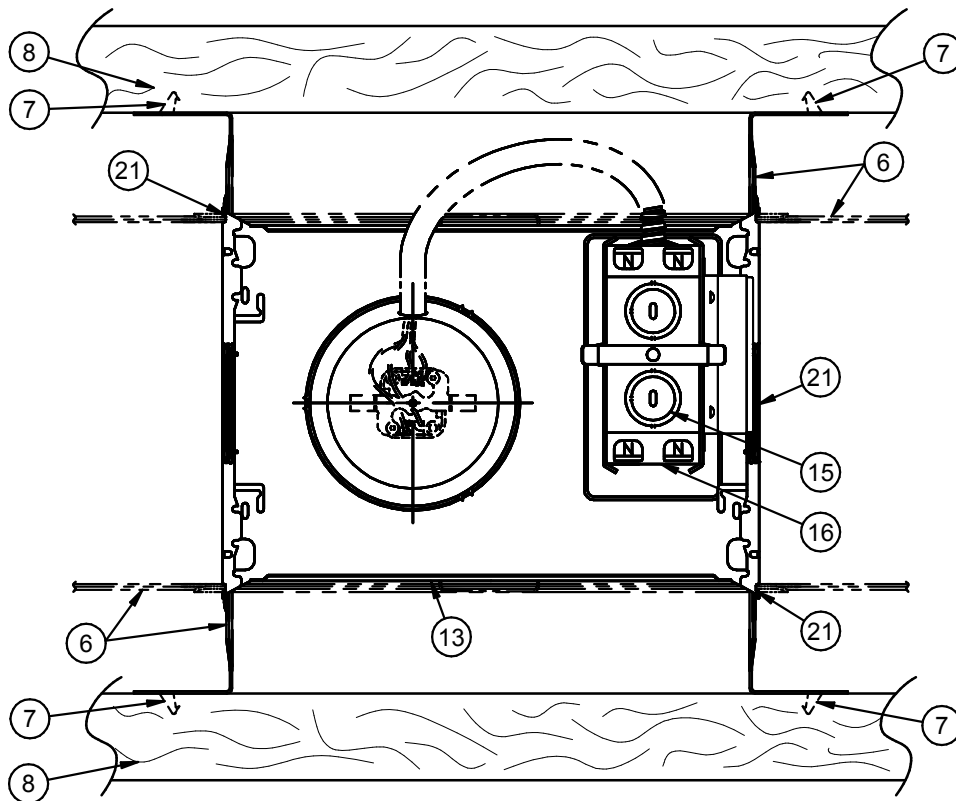

FIGURE 1
A.- For Wooden Joists: Use the Centering Arrow (4), Located on the Plaster Frame, to position the Fixture, extend the Hanger Bars (6) and hammer the 4 Nail Tabs (7) into Joists (8). Drive additional nails through holes in Hanger Bars for additional support if required. Bars may be bent to fit tight mounting conditions. (See Fig. 1)
B.- On Suspended Ceilings: Place the Fixture on the ceiling grid with the "T" Bars (9) running through the Hanger Bar Notches (10). Fold the Hanger Bar ends closed to engage the integral Tabs (11). Secure with pliers if necessary.
C.- Locate Housing: along Hanger Bar to desired position and using pliers, squeeze the 4 Locking Tabs (12) on the Plaster Frame (13) tightly over the Bars to prevent further Housing movement. Bar Hangers (6) may be installed in alternate Slots (21) if Mounting Conditions require.
D.- Carefully Remove: Junction Box Cover Assembly (14).
A. - Para Las Viguetas De mader: Utilice la flecha de centro (4), situada en el capítulo del yeso, para colocar el accesorio, extienda las barras de la suspensión (6) y martille las 4 lengüetas del clavo (7) en las viguetas (8). Conduzca los clavos adicionales a través de los agujeros en las barras de la suspensión para la ayuda adicional si está requerido. Las barras se pueden doblar para caber condiciones apretadas del montaje. (Véase Fig. 1)
B. - En Techos Suspendidos: Ponga el accesorio en la rejilla del techo con las barras de "T" (9) que funcionan a través de las muescas de la barra de la suspensión (10). Doble los extremos de la barra de la suspensión cerrados para contrar las lengüetas integrales (11). Asegure con los alicates en caso de necesidad.
C. - Sitúe La Cubierta: a lo largo de barra de la suspensión a los alicates deseados de la posición y con, exprima las 4 lengüetas de fijación (12) en el capítulo del yeso (13) firmemente sobre las barras para prevenir el movimiento adicional de la cubierta. Las suspensiones de la barra que (6) se puede instalar en ranuras del suplente (21) si monta condiciones requieren.
D. - Quite Cuidadosamente: Montaje del tapizado De la Caja De Ensambladura (14).
A. - Pour Les Poutrelles En bois: Employez la flèche de centrage (4), située sur la vue de plâtre, pour placer le montage, prolongez les barres de cintre (6) et martelez les 4 étiquettes d'ongle (7) dans des poutrelles (8). Conduisez les ongles additionnels par des trous dans des barres de cintre pour l'appui additionnel s'il y a lieu. Des barres peuvent être pliées pour adapter des états serrés de support. (Voir La Fig. 1)
B. - Sur Les Plafonds Suspendus: Placez le montage sur la grille de plafond avec les barres de "T" (9) fonctionnant par les entailles de barre de cintre (10). Pliez les extrémités de barre de cintre fermées pour engager les étiquettes intégrales (11). Fixez avec des pinces au besoin.
C. - Placez Le Logement: le long de la barre de cintre aux pinces désirées de position et en utilisant, serrez les 4 étiquettes de fermeture (12) sur la vue de plâtre (13) étroitement au-dessus des barres pour empêcher davantage de mouvement de logement. Les cintres de barre que (6) peut être installé dans des fentes de remplacement (21) si montant des conditions exigent.